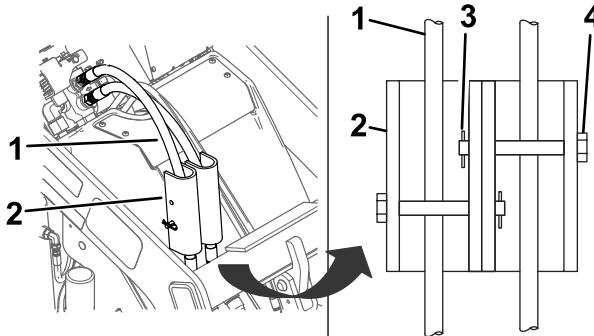

Figura 26
- Abbassate i blocchi del cilindro sui flessibili idraulici e fissateli con il cavallotto con perno e la coppiglia (Figura 26).